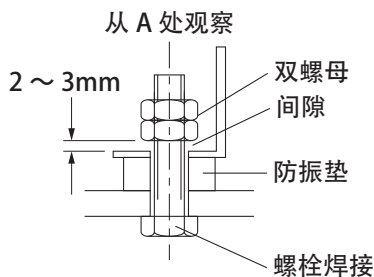

图 1
- 为了发挥防振垫的作用，螺栓与防振垫之间应该留出一定间隙后进行固定。（请参照图 1）